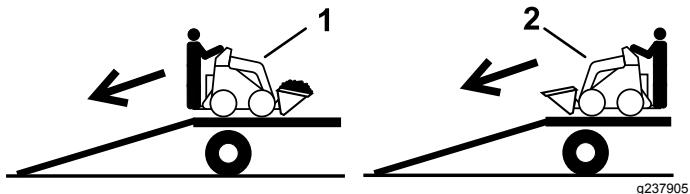

Рисунок 19
- При выгрузке машины с прицепа по наклонному въезду более тяжелая часть машины должна быть обращена вверх, при этом грузы должны быть опущенными (Рисунок 19).